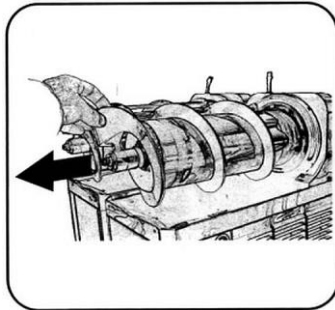

Fig. 21
1. Per togliere la spirale, posizionare le dita sulla lamina e tirarla delicatamente verso l'interno, come illustrato nelle fig. 21+22.